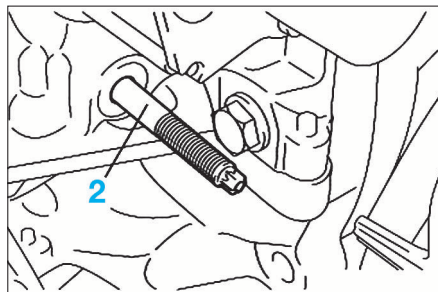

FIG. 2
- Déposer le catalyseur, puis à l'aide d'une douille Torx "E7", déposer le goujon (2) (fig. 2).